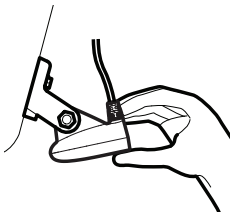
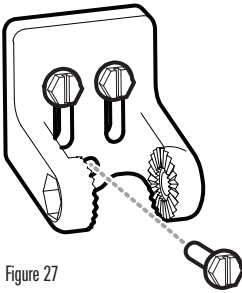

Figure 21
Figure 27
5. Réglez l'angle initial du transducteur d'arrière en avant en le faisant pivoter, un clic à la fois, dans une direction ou l'autre, jusqu'à ce que la ligne de joint latérale du transducteur soit presque parallèle avec le fond du bateau. (Figure 21, 22)
8. Remplacez le support du transducteur sur le tableau arrière du bateau, puis serrez les vis de montage à la main. Assurez-vous que l'emplacement du transducteur n'a pas changé, puis serrez complètement les trois vis de montage (Figure 27). Serrez la vis à la main seulement! Ré-installez le transducteur sur le support de montage, en vous assurant de monter les rochets à la position qu'ils avaient au préalable. (Voir Figures 18a - 18d et Figure 21 - 22) Si vous avez suivi les procédures précédentes correctement, le transducteur devrait être de niveau et à la bonne hauteur pour assurer son fonctionnement optimal.